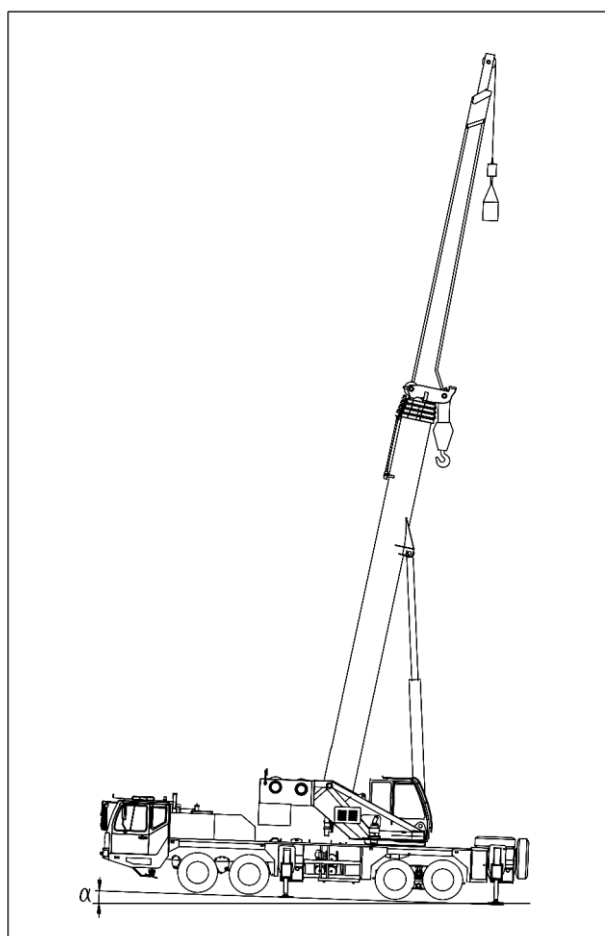

Fig. 04 – 02
- d) Antes da operação, o guindaste deverá ser nivelado. Sob quaisquer condições de trabalho, o ângulo de inclinação α do guindaste não poderá ultrapassar $0,6^\circ$. Consulte a Fig. 04 – 02.